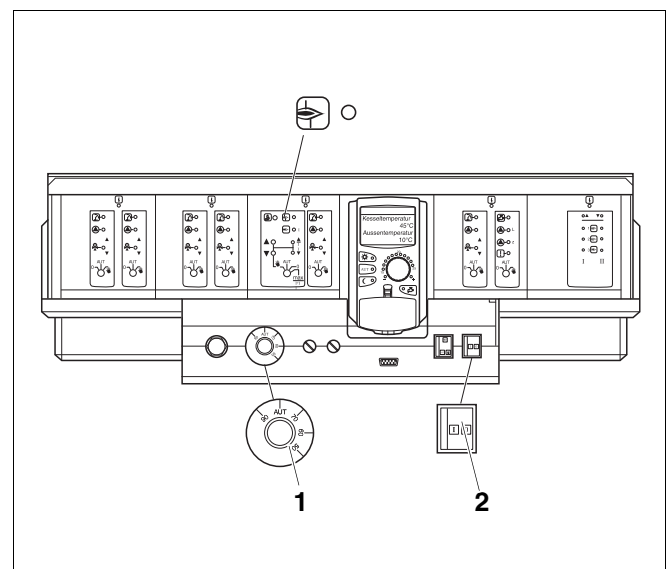

fig. 2 Aparelho de regulação Logamatic da série 4000
Coloque a sua caldeira de aquecimento em funcionamento através do aparelho de regulação (neste exemplo (fig. 2): caldeira de aquecimento Logamatic da série 4000). Ao colocar o aparelho de regulação em funcionamento, o queimador liga-se automaticamente. O queimador pode ser ligado, em seguida, pelo aparelho de regulação. Poderá consultar outras informações sobre isto nas instruções de utilização do respectivo aparelho de regulação e do queimador.
- Ajuste o regulador da temperatura da água da caldeira (fig. 2, [1]) para a posição "AUT".
- Coloque o interruptor "Funcionamento" (fig. 2, [2]) na posição "I" (LIGADO).
- Coloque o interruptor "Funcionamento" (fig. 2, página 9) na posição "0" (DESLIGADO).